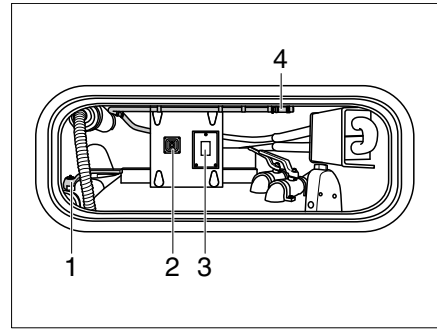

Bild 369 Spola kassett till toalett med kvarn (bild i förvaringsbox)
- Öppna tömningsventilen (Bild 369,1).
- Tryck på omkopplaren (Bild 369, 3). Spärrventilen för tömningen under golvet öppnar sig.
- Manövrera omkopplaren (Bild 369,2) för tömningspumpen.
- Haka loss slangen för tankrengöringen (Bild 369,4) i förvaringsboxen och anslut den till en vattenanslutning.
- Ta av vattenanslutningen efter spolningen och stoppa undan slangen för tankrengöringen (Bild 369,4) för förvaring.
- Stäng tömningsventilen (Bild 369,1).